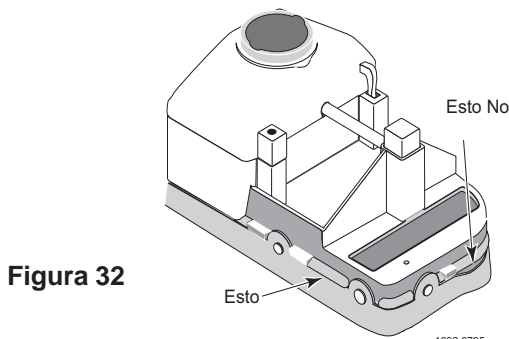

Figura 32
6. Instale la cubierta de caucho de aspiración en el limpiador mostrando la palabra "AFUERA" (OUTSIDE). Comience con el pasador grande en la parte posterior del cabezal del limpiador (Consultar la Figura 31) y continúe alrededor del limpiador. Verifique que la cubierta esté al ras contra las tiras de detenimiento localizadas en el cabezal del limpiador (Consultar la Figura 32).